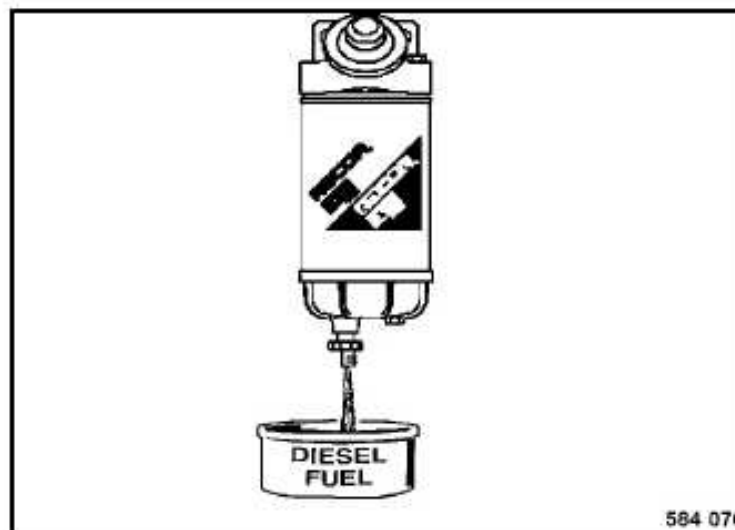

Fig. 95
- Soltar el tornillo de descarga (Fig. 95) por algunas vueltas y recoger el combustible / agua saliendo.